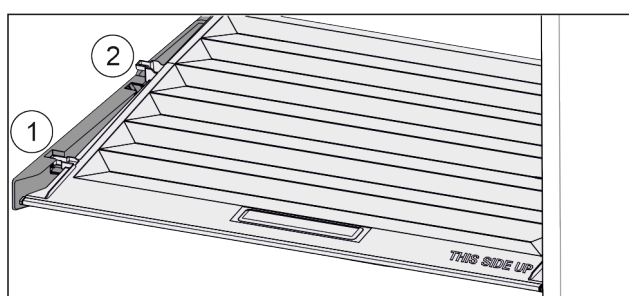

Fig. 134
- ▶ Tirer le couvercle vers l'avant jusqu'à dans l'orifice des pièces de retenue Fig. 134 (1).
- ▶ Le soulever par le bas à l'arrière et le sortir par le haut Fig. 134 (2).